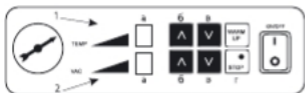

Рис. 1. Панель управления
5. Подключите упаковщик к сети и нажмите выключатель **On/Off** (см. рис. 1) Машина готова к работе, когда загорится индикатор готовности.
- **В случае плохого качества сварки** необходимо произвести регулировку температуры сварки следующим образом: в соответствии с рис. 1 с помощью клавиш **▲** и **▼** установки температуры необходимо
Увеличение/уменьшение разряженности в вакуумной камере во время упаковки уставнавливается с помощью клавиш **ESC** вакуумной установки следующим образом: в соответствии с рис. 1 с помощью клавиш вакуумной установки необходимо **увеличить** (уменьшить) значение. Заводская установка значения - 4 ед.